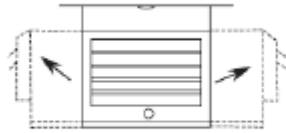

Figura 6
2. Fije los conectores de cables a la unidad (consulte la figura 6) y deslice el cable de calibre 10 a través de este conector de cables.
NOTA: A todo el cableado lo debe realizar un electricista certificado y se debe efectuar de conformidad con los códigos nacionales y locales de electricidad de Estados Unidos. Es posible que se necesiten conductos en el caso de determinadas aplicaciones; consulte la figura 6. Verifique los códigos locales de electricidad. Si se tiende el cableado en conductos y se desea girar el calefactor, asegúrese de comprar una cantidad suficiente de conducto flexible que permita girar el calefactor.